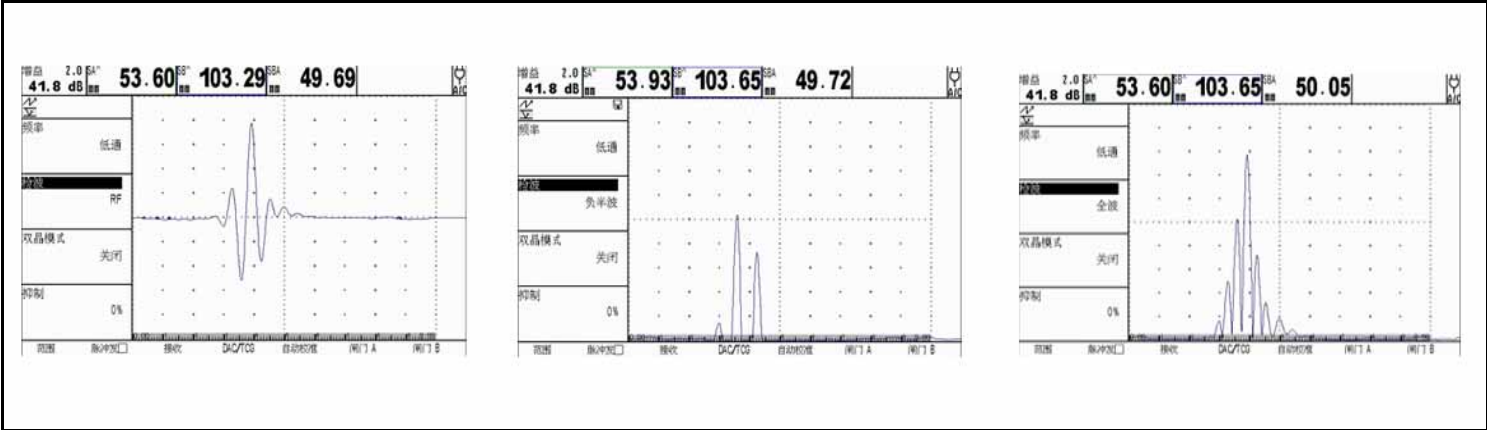

图 12: 典型 RF 和检波信号
检波影响 A 扫描在显示屏上的方位。A 扫描表示从被测材料返回到仪器的声脉冲（即回波）。一系列的回波看起来像 *Radio Frequency (射频) (RF)* 信号，如下面的图 12 中所示。注意，RF 信号在坐标轴下方有负分量，而在坐标轴上方有正分量。在 RF 模式中，闸门 A 和闸门 B 可定位在坐标轴上方或下方，以通过正向或负向回波触发。
- *Negative Half Rectification*（负半波检波）表示只显示 RF 信号的下（即负）半部分（请参见第 47 页中的图 12）。请注意，虽然仅显示 RF 信号的负半部分，但是其显示方向与正分量相同，以方便查看。
- *Full-Wave Rectification*（全波检波）将正负检波信号组合在一起，并均以正向显示（请参见第 47 页中的图 12）。